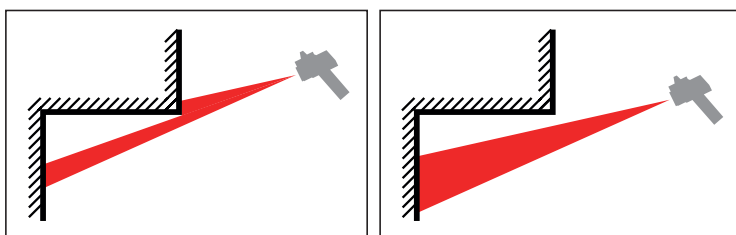
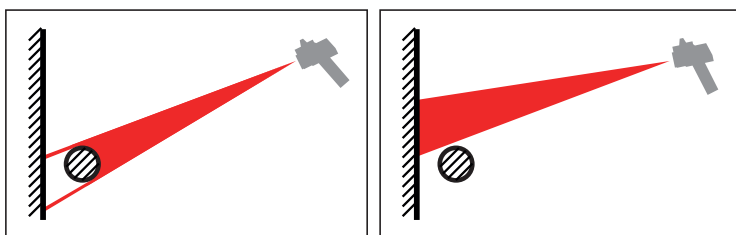

Fig. 13: Fonte de erros na medição (1)
Fig. 14: Fonte de erros na medição (2)
- Ao longo da secção de trabalho há obstáculos (fig. 13 e fig. 14).